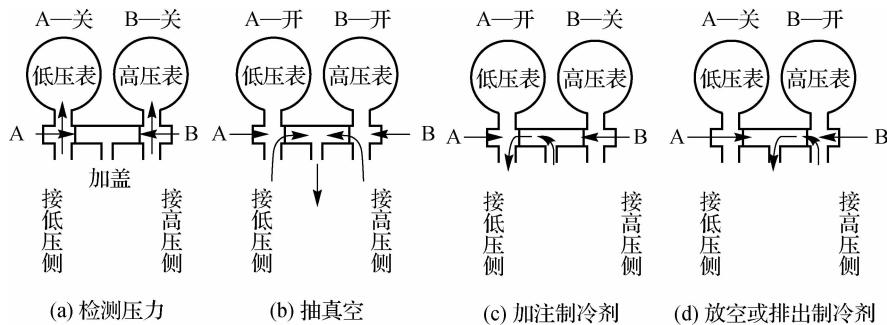

图 1-12 歧管压力表的结构
压力表是弹簧管式,其结构如图 1-12 所示。当具有一定压力的被测工质从接头进入弹簧管时,受弹簧管内外压力差的作用,弹簧管膨胀变形,通过拉杆使扇形齿轮转一个角度,从而带动小齿轮和指针也转过一个角度,指针所指的读数便是所测的压力。如果被测工质压力低于大气压力,则弹簧管收缩变形,压力计所示读数便是真空度。
(1) 检测压力。如图 1-12(a)所示,当高压手动阀和低压手动阀同时关闭时,则可对高压侧和低压侧进行压力检测。
(2) 抽真空。如图 1-12(b)所示,当高压手动阀和低压手动阀同时全开时,全部管路接通,在中间接头接上真空泵,便可以对系统进行抽真空。
(3) 加注制冷剂。如图 1-12(c)所示,当高压手动阀关闭,低压手动阀打开,中间接头接到制冷剂钢瓶上或冷冻机油瓶上时,可向系统充注制冷剂。
(4) 放空或排出制冷剂。如图 1-12(d)所示,当低压手动阀关闭,高压手动阀打开时,可使系统向外开放,排出冷却剂。